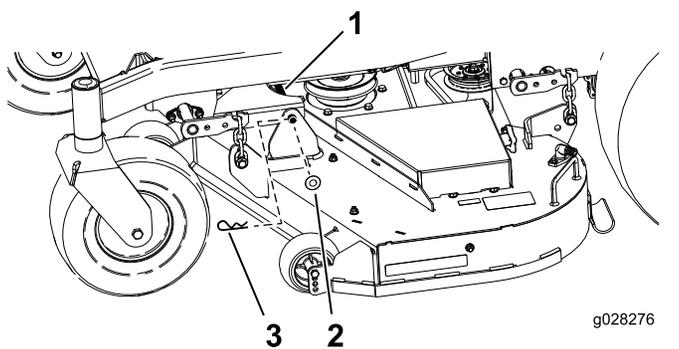

Figura 67
1. Retire la chaveta y la arandela que sujetan el pasador de enganche al bastidor y a la carcasa; retire el pasador de enganche (Figura 67).
9. Sujete el perno de enganche con las chavetas y las arandelas que retiró anteriormente (Figura 67).